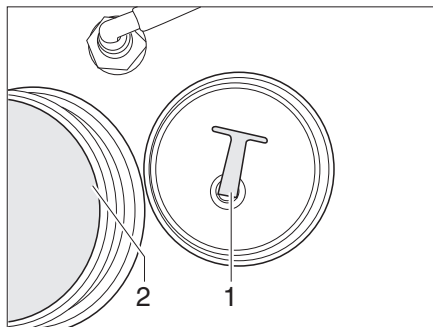

Fig. 153 Serbatoio dell'acqua
- Svitare il coperchio (Fig. 153,2) del serbatoio dell'acqua.
- Svitare il tappo di chiusura (Fig. 153,1) dall'apertura di scarico. L'acqua fuoriesce.